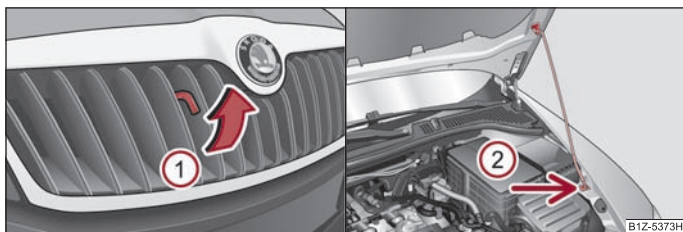

Fig. 13 Grilajul radiatorului: Maneta de siguranță / Asigurarea capotei motorului cu tija de susținere
- Trageți maneta de siguranță în sensul indicat de săgeata ① ⇒ fig. 13, capota motorului se încuie.
- Ridicați tija din suport din suport și introduceți-o în orificiul prevăzut pentru aceasta ②.